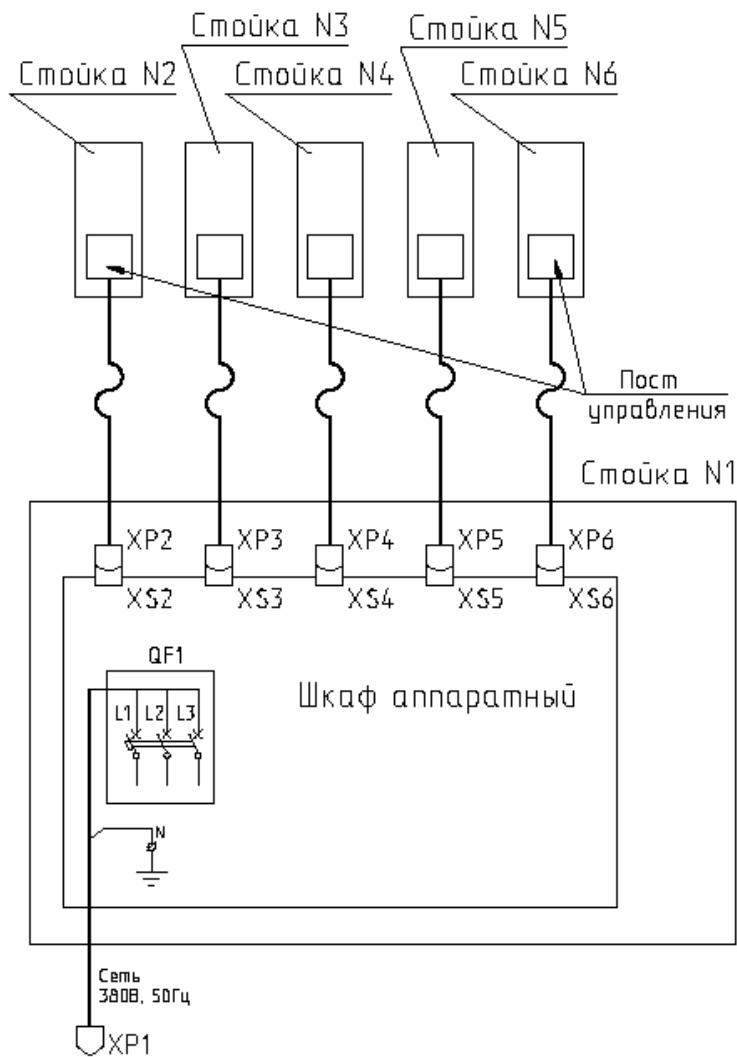

Рис. 4. Схема электрическая соединений подъемника ППТ-24
4.4. Перечень элементов схемы электрической принципиальной приведен в таблице № 1. Схема электрическая соединений приведена на Рис. 4.